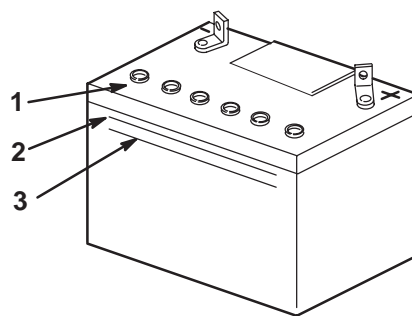

Figure 76
- Observez le côté de la batterie. Le niveau de l'électrolyte doit atteindre le trait **supérieur** (Fig. 76). Ne laissez pas l'électrolyte descendre en dessous du trait **inférieur** (Fig. 76).
3. Enlevez les bouchons d'aération de la batterie (Fig. 76).
4. Versez lentement de l'eau distillée dans chaque élément jusqu'au trait **supérieur** (Fig. 76) sur le côté de la batterie.
5. Attendez cinq à dix minutes après avoir rempli les éléments. Ajoutez de l'eau distillée au besoin, pour amener le niveau au repère **supérieur** (Fig. 76) sur le côté de la batterie.